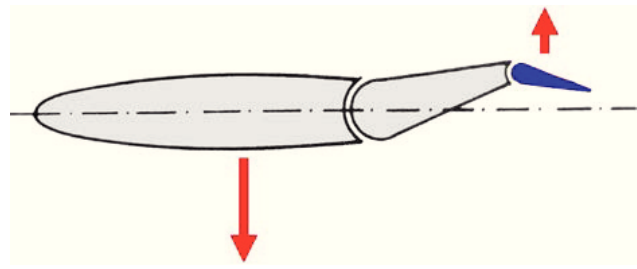

Bild 7.6.3: Ausschlag von Ruder und Trimmklappe (nach [7.6.1]).
- a) Eine **Trimmklappe** wird (Bild 7.6.3) vom Piloten über das Bedienorgan für die Einstellung der Trimmung verstellt. Wird die Trimmklappe entgegengesetzt zum Winkel des Ruders ausgeschlagen, dann bewirkt das im Bildbeispiel eine kleine Kraft nach oben, die das Ruder gegen die Luftkräfte nach oben ausschlagen lässt, obwohl diese das Ruder eigentlich nach unten zurückdrücken wollen. Das Ruder hat also einen Ausschlagwinkel angenommen, der bewirkt, dass auf die ganze Fläche jetzt eine größere Kraft nach unten wirkt. Eine Pilotenkraft ist für den Ruderausschlag nicht mehr erforderlich. Die Pilotenkraft wird von **aerodynamischen Kräften** übernommen.